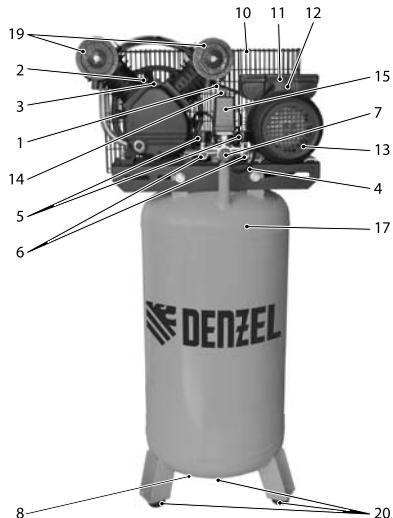
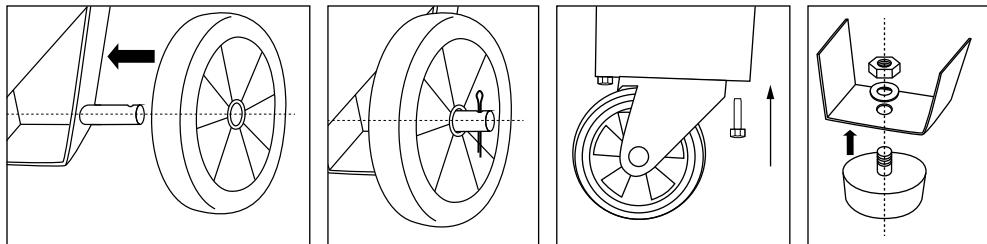
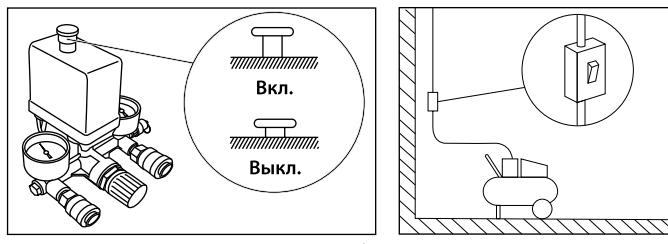

рис. 1
рис. 3
рис. 6
- Манометром 5 (рис. 1) для контроля давления сжатого воздуха;
- Реле давления 15 (рис. 1) для регулирования производительности периодическим запуском/остановкой компрессора;
Установите транспортировочные колеса 9 (рис. 1) для модели DRV2200/100 или антивibrационные опоры 20 (рис. 1) для модели DRV2200/100V и вверните воздушный фильтр 19 (рис. 1) в отверстие головки блока цилиндра (рис. 3).
- Установите в разрыв цепи питания дополнительное автоматическое защитное устройство (рис. 6).
- Убедитесь, что выключатель компрессора 14 (рис. 1) находится в положении «Выключено» (рис. 6).
- Установите регулятор давления 7 (рис. 1) в положение «min».
- Подключите к выходному быстросъемному коннектору 6 (рис. 1) компрессора пневматический инструмент.
При первом запуске компрессор должен проработать без нагрузки около 10 минут с полностью открытым регулятором давления 7 (рис. 1) выходного воздуха и клапаном слива конденсата из ресивера.
По истечении времени обкатки закройте клапан слива конденсата 8 (рис. 1) и проверьте, чтобы компрессор нагнетал воздух в ресивер 17 (рис. 1) и останавливался автоматически при помощи реле 15 (рис. 1) при достижении максимального значения давления.
Перед запуском следует убедиться, что переключатель реле давления 14 (рис. 1) находится в положении «Выключено», а вилка вставлена в сетевую розетку.
Поворачивая регулятор давления 7 (рис. 1) по часовой стрелке, установите давление, рекомендуемое производителем подключаемого пневмоинструмента.